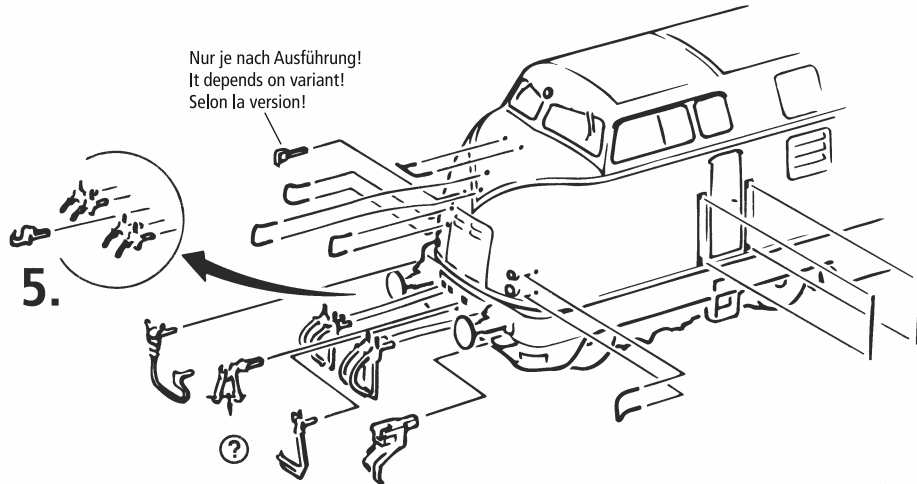

Fig. 3
Les lames de contact risquent de s'encrasser rapidement sur des voies poussiéreuses. Veuillez **enlever la poussière** aux endroits marqués à la fig. 3.
1. Cleaning of wheel contacts: Wheel contacts easily get dirty on tracks which are not entirely clean. Use a small brush to **remove dirt** from spots marked in fig. 3.